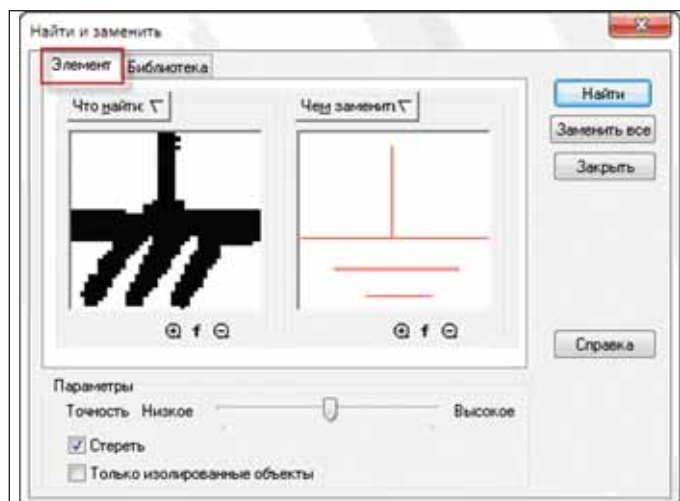

Рис. 5. Настройка элементов для поиска и замены
- отдельное задание элемента поиска и замены (рис. 5);